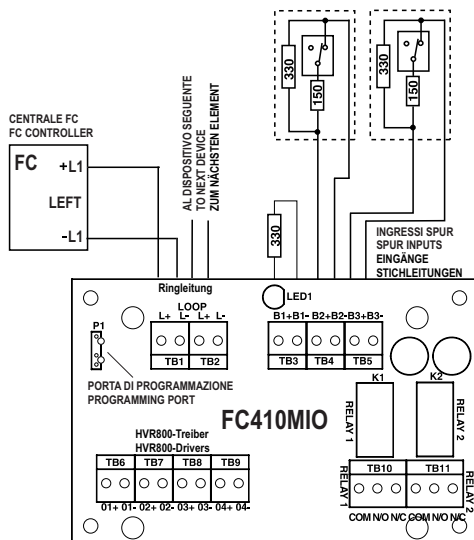

Fig. 4: Circuiti SPUR (Classe B), contatti Normalmente Chiusi, Cortocircuito = Guasto
- 4 Vedere Fig. 3 e Fig. 4 per lo schema di collegamento.